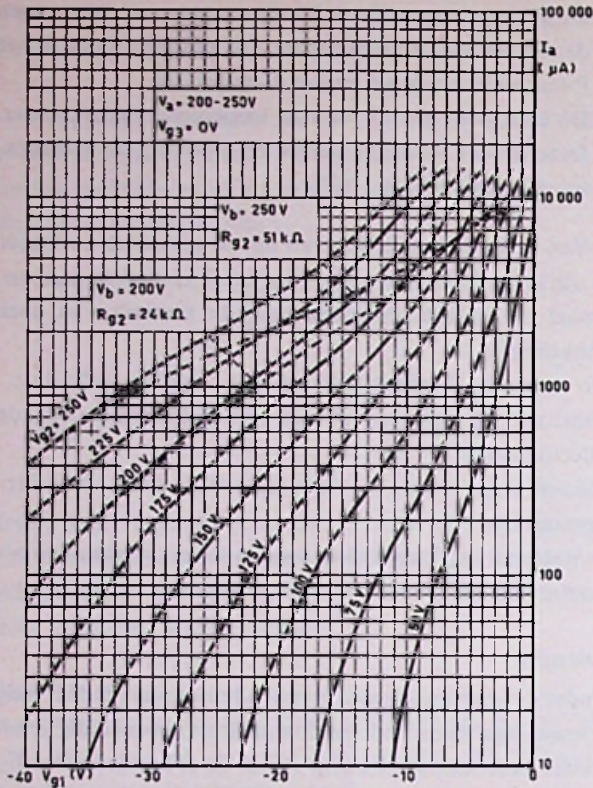
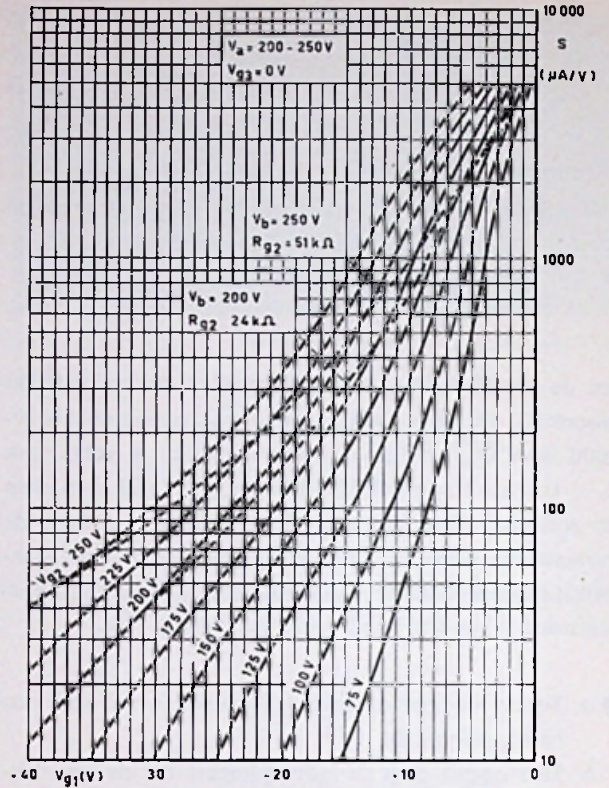

FIG. 19
FIG. 20
Beantwoord met gebruikmaking van de karakteristieken van fig. 19 en fig. 20 de volgende vragen:
a. Uit fig. 19 volgt dat bij een anodestroom van 8 mA en een schermroosterspanning van 175 volt de rooster-spanning gelijk is aan -7 volt. Daar de schermroosterstroom $\frac{1}{4}$ is van de anodestroom, is de kathodestroom $8 + 2 = 10$ mA.
b. Uit fig. 20 volgt dat de steilheid bij een roosterspanning van -7 volt en een schermroosterspanning van 175 volt gelijk is aan $2000 \mu A/V$. Wil men de versterking met een factor 2 kleiner maken, dan moet dus de steilheid
1000 $\mu A/V$ worden; uit fig. 20 volgt dan voor de spanning tussen rooster en katode -9,5 volt.
Volgens fig. 19 is nu de anodestroom 4,5 mA en daar de schermroosterstroom dan 1,1 mA is, bedraagt de katodestroom hierbij 5,6 mA. De spanning op de weerstand in de katodeleiding is nu $700 \times 5,6 \times 10^{-3} = 3,9$ volt. De regelspanning moet dus hierbij zijn: